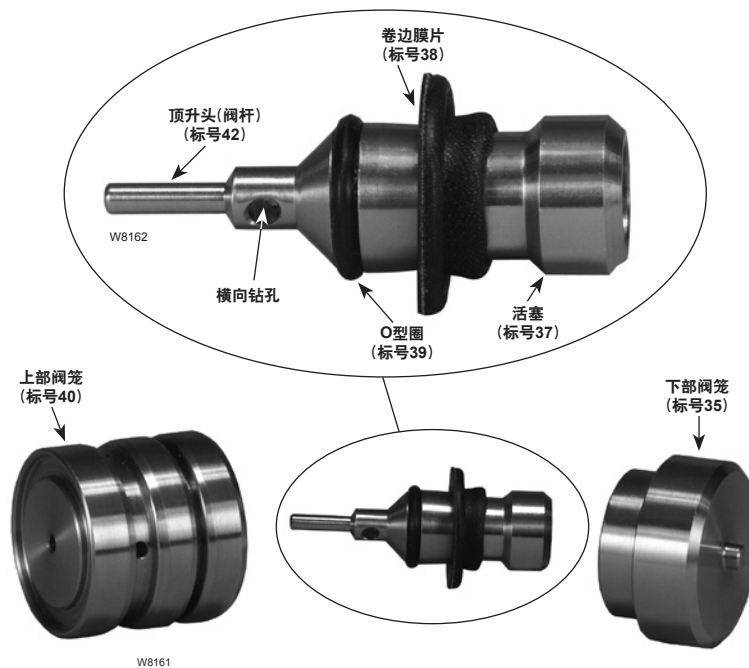

图6. 阀笼分组件
1. 上部阀笼(标号40)可以随时与下部阀笼(标号39)分离。参见图6。
在执行指挥器/阀笼分组件操作时, 请参考图6、8与9。
1. 活塞螺纹上涂抹乐泰#222或等效润滑剂。将卷边膜片(标号38)安置到活塞(标号37)的螺纹部分上。按照图6中所示, 定位边缘。